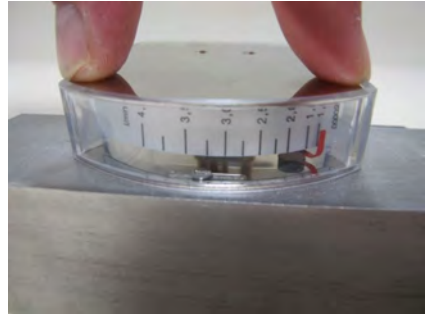

Abb. 71
26. ▶ Anzeige-Deckelplatte in das Kunststoffgehäuse einlegen und vorsichtig drücken (Abb. 71) bis diese einrastet